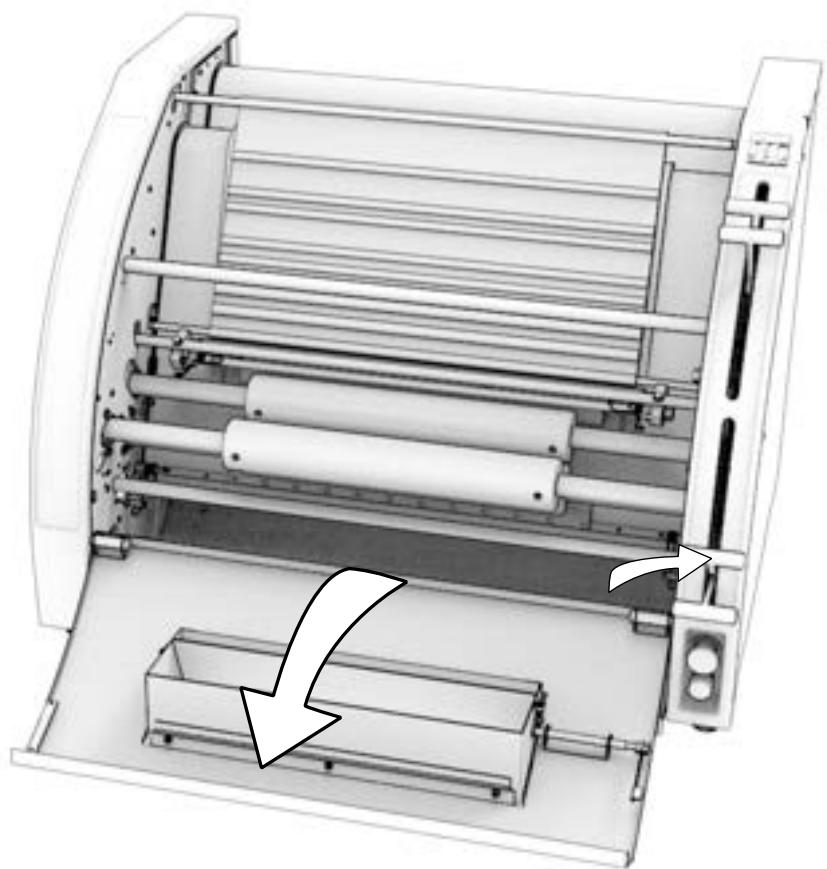

fig.8
- ج. فك التوابض الأيمن والإيسير، ادفع القشاط (fig.8, n°23) لليسار من أجل تحرير الود خاص به.